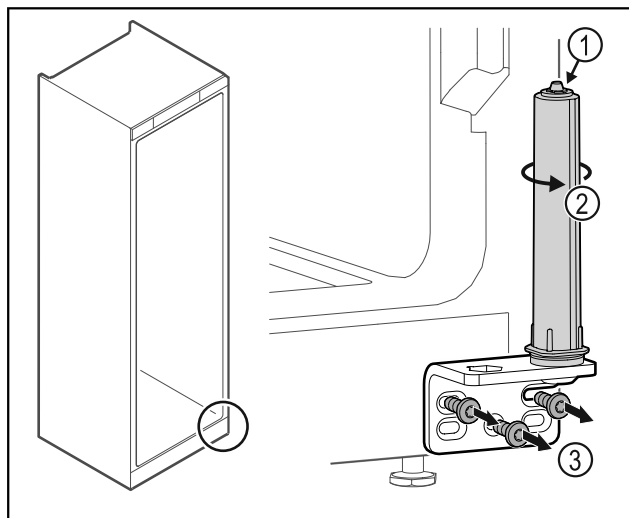

Fig. 39
- Türschließsystem nicht zerlegen Fig. 39 (1).
- Schließsystem Fig. 39 (2) drehen, bis es klickt.
- Scharnierwinkel Fig. 39 (3) abschrauben.